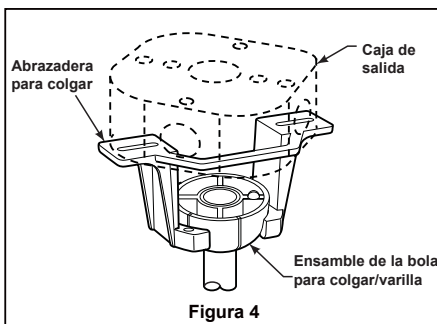

Figura 4
4. Enrosque el soporte de la varilla y alinee los orificios de la clavija de horquilla en ambas piezas. Instale la clavija de horquilla y asegúrela con la pinza de horquilla. Fije los dos tornillos de presión y las tuercas de seguridad en el soporte de la varilla interior. (Figura 4)
- ☐ 2. Levante cuidadosamente el ventilador y coloque el ensamble de la bola para colgar/varilla en la abrazadera para colgar que acaba de fijar a la caja de salida. Asegúrese de que la ranura de la bola esté alineada con la lengüeta de la abrazadera para colgar. (Figura 4)
- ☐ 3. Una vez realizadas las conexiones, gire los conductores hacia arriba y, con cuidado, colóquelos dentro de la caja de salida; con los conductores blancos y verdes hacia un lado y los conductores negros hacia el otro. (Figura 4)
- ☐ 4. Instale la bombillas. (Figura 4)
- ☐ **4.** Para configurar el código del mando a distancia, Mueva los interruptores de código hasta colocar el código de selección en la posición arriba o abajo. Con un destornillador pequeño o con una lapicera (no se incluye) deslice firmemente hacia arriba o hacia abajo. (Figura 4)